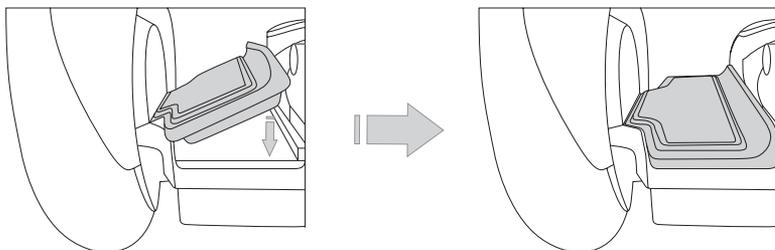

Figure 41. Retrait et installation des tapis
3. Placez un tapis sur la base électrique. Voir la **Figure 41**.